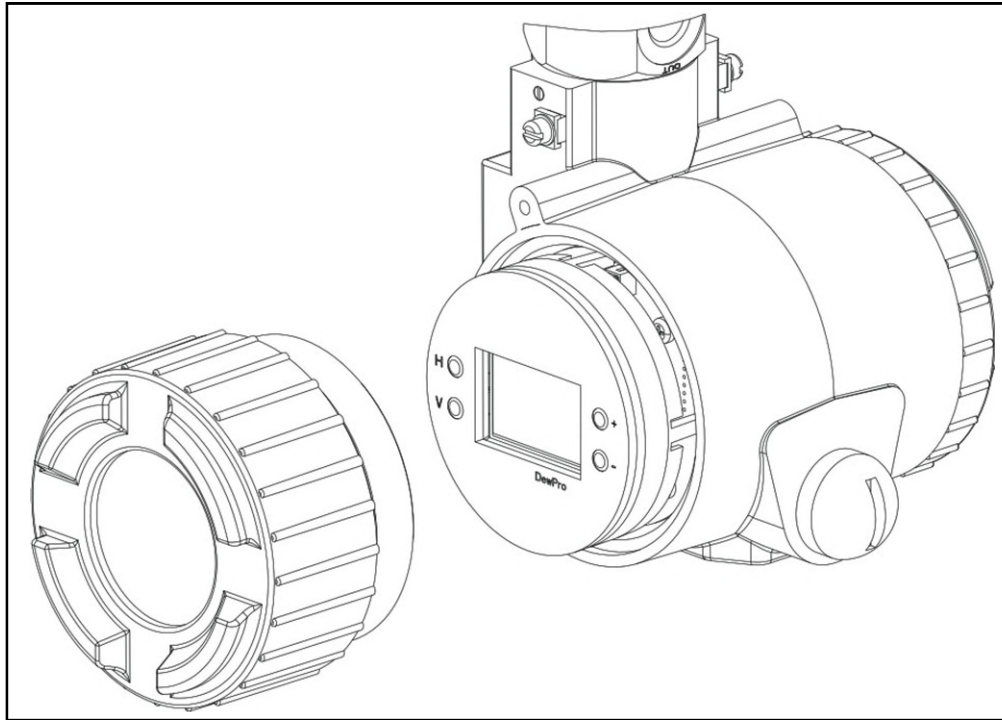

Abbildung 14: DewPro MMY30 mit Display/Bedieneroberfläche
1. Schrauben Sie den Schutzdeckel von der Oberseite des DewPro MMY30 ab und entfernen Sie ihn (wie in *Abbildung 14* oben gezeigt), wodurch das darunter liegende Displaymodul freigelegt wird. Die Tasten V, H, + und – sind nun erreichbar.